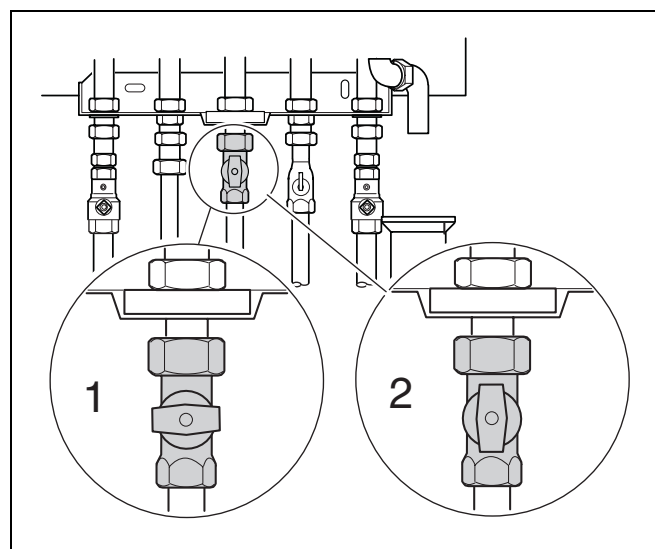

Рис. 27 Газовый кран
- Закрывать газовый кран (рис. 27, **поз. 1**).
- Открыть газовый кран (рис. 27, **поз. 2**).
- Закрыть газовый кран под прибором (рис. 27, **поз. 1**).